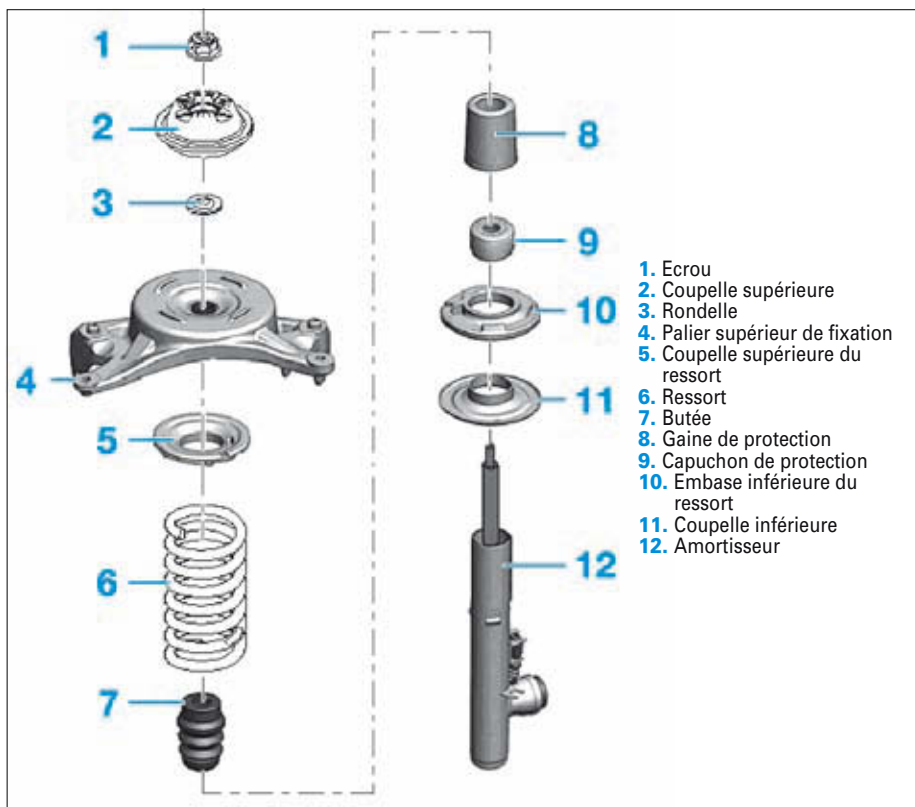

FIG. 11
- Déposer l'écrou (1) de la tige d'amortisseur puis récupérer tous les éléments de l'amortisseur (Fig.11).